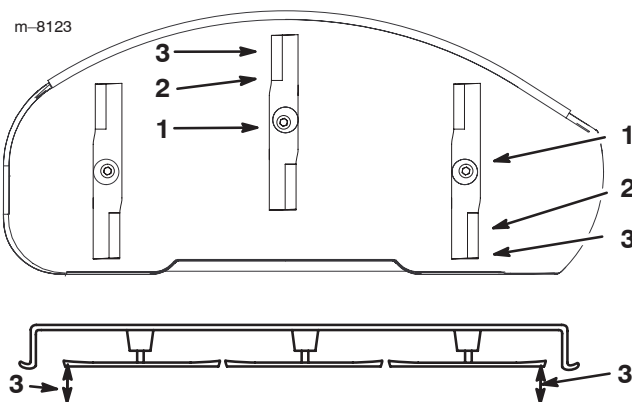

Figure 40
8. Réglez la hauteur de coupe à la position **2.5** [64 mm (2,5 pouces)] et tournez les lames avec précaution dans le sens longitudinal (Fig. 40).
9. Mesurez la distance entre la pointe de la lame avant et la pointe de la lame arrière par rapport à la surface plane (Fig. 40). Si la pointe avant de la lame n'est pas de 1,6 à 7,9 mm (1/16 à 5/16 pouce) plus basse que la pointe arrière, réglez les contre-écrous avant.